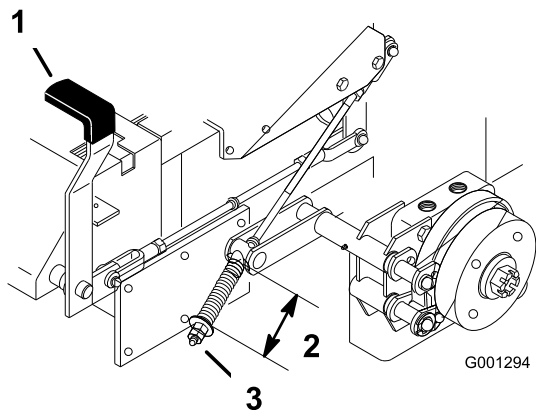

Рисунок 85
2. Измерьте длину пружины (Рисунок 85).
3. Если необходима регулировка, выключите стояночный тормоз, ослабьте контргайку под пружиной и отрегулируйте гайку, находящуюся непосредственно под пружиной (Рисунок 85).